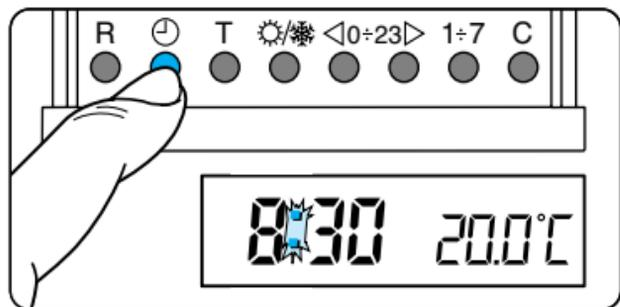

Fig. 19
3.8 - Premere il pulsante  per terminare la procedura di impostazione ora e giorno (fig. 19).